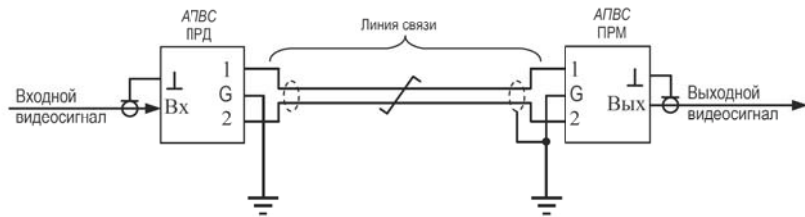

Рис.3 Схема включения АПВС-11
5. Варианты включения АПВС-11 показаны на рис.3, 4, 5 и 6.